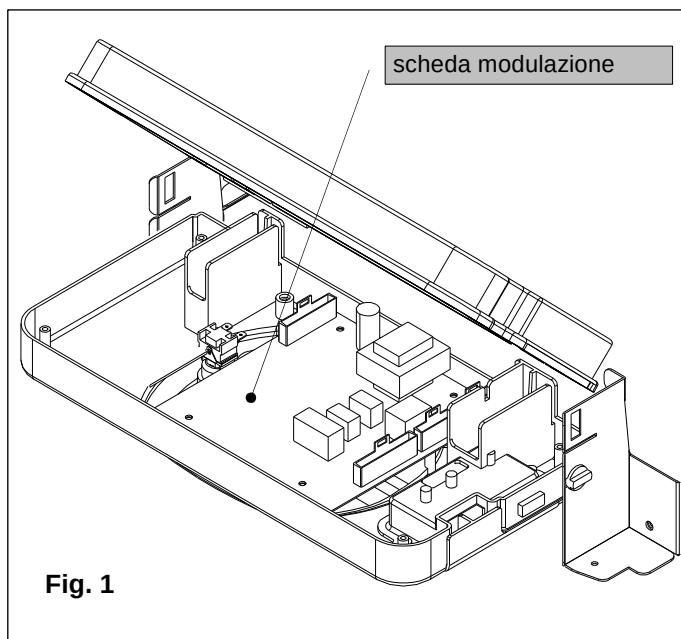

Fig. 1
6.6.11 scambiatore primario (fig. 1)